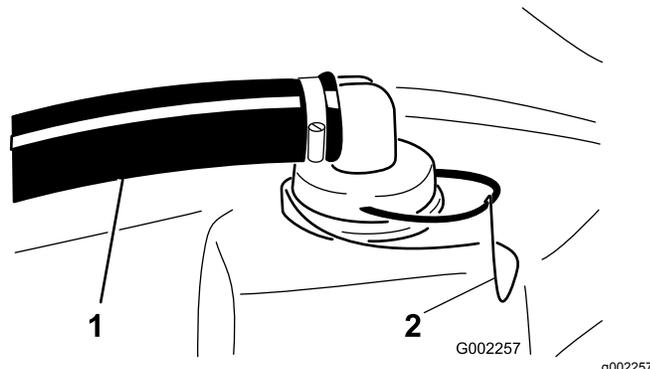

Figura 16
2. Nella parte superiore del serbatoio dell'irroratrice, rimuovete il fermo che fissa il raccordo del flessibile collegato al flessibile grande e all'alloggiamento del filtro (Figura 16).
3. Rimuovete il flessibile e il relativo raccordo dall'alloggiamento del filtro (Figura 16).